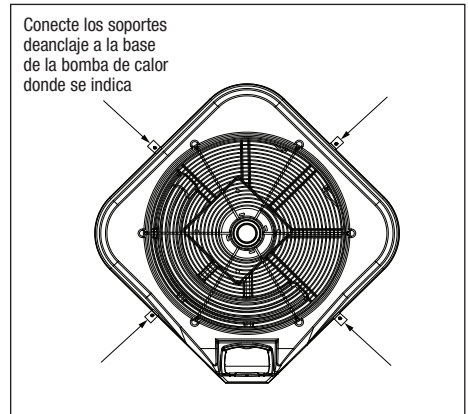

Figura 2. Posiciones de las abrazaderas de anclaje
2. Coloque las abrazaderas en la base de la bomba de calor en las ubicaciones indicadas en la *Figura 2*.